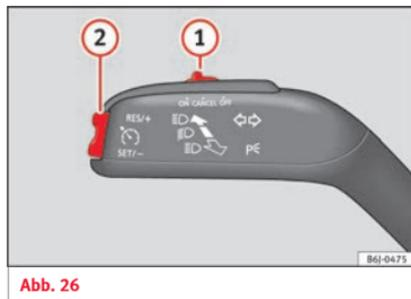

Abb. 26
- GRA einschalten: Schalter » Abb. 26 ① in die Stellung **ON** schieben. Das System ist eingeschaltet. Da noch keine Geschwindigkeit gespeichert ist, erfolgt noch keine Regelung.
- GRA aktivieren: Drücken Sie die Taste » Abb. 26 ② im Bereich **SET/-**. Die aktuelle Geschwindigkeit wird gespeichert und geregelt.
- GRA vorübergehend abschalten: Schieben Sie den Schalter » Abb. 26 ① bis **CANCEL** oder betätigen Sie das Bremspedal. Regelung wird vorübergehend abgeschaltet.
- GRA wieder einschalten: Drücken Sie die Taste » Abb. 26 ② in **RES/+**. Die gespeicherte Geschwindigkeit wird erneut gespeichert und eingestellt.
- Gespeicherte Geschwindigkeit während GRA-Regelung erhöhen: Taste ② auf **RES/+** drücken. Das Fahrzeug beschleunigt bis zum Erreichen der neu gespeicherten Geschwindigkeit.
- Gespeicherte Geschwindigkeit während GRA-Regelung verringern: Taste ② auf **SET/-** drücken, um die Geschwindigkeit um 1 km/h (1 mph) zu verringern. Die Geschwindigkeit wird bis zum Erreichen der neu gespeicherten Geschwindigkeit reduziert.
- GRA abschalten: Schalter » Abb. 26 ① auf **OFF** schieben. Das System wird abgeschaltet